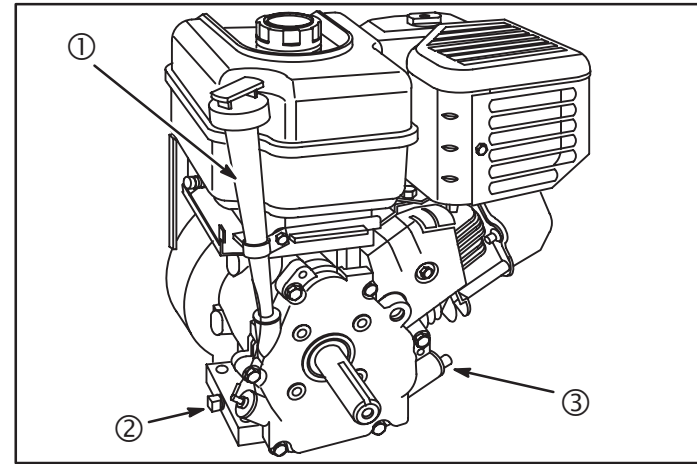

Fig. 1
- Enlever le bouchon de vidange d'huile et recueillir l'huile usée dans un contenant approuvé, Fig. 1. Éliminer l'huile usée d'une manière appropriée. Remettre le bouchon de vidange d'huile et serrer. On peut drainer l'huile du tuyau de remplissage d'huile en inclinant le moteur en tenant le côté avec le filtre à air ou la bougie vers le haut.